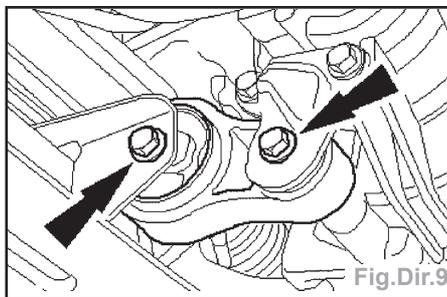

Fig.Dir.9
- Déposer le silentbloc arrière de support moteur (Fig.Dir.9).
- Poser le silentbloc arrière de support moteur et serrer les vis à **4,8 daN.m** (Fig. Dir.9).